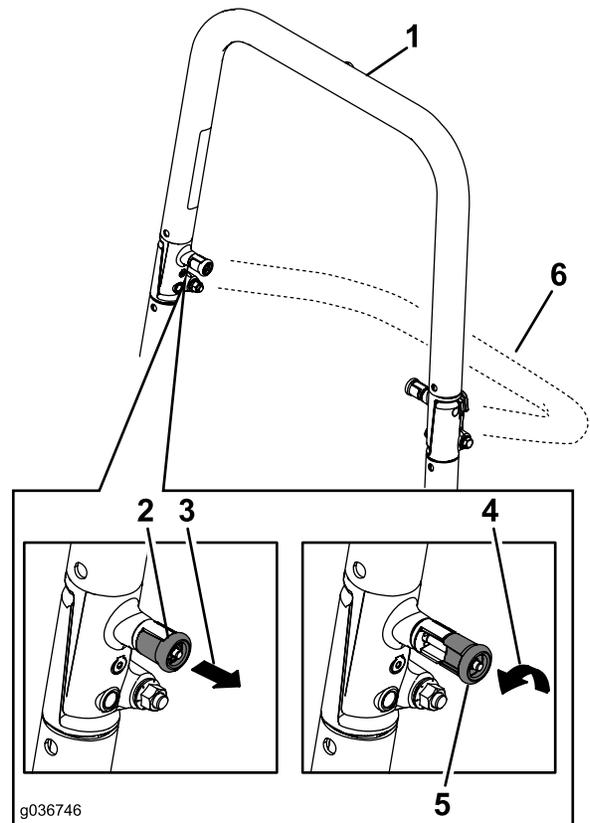

Bild 54
**Hinweis:** Sie müssen den oberen Bügel des Überrollbügels ggf. nach vorne drücken oder nach hinten ziehen, damit beide Handräder richtig einrasten (Bild 54 und Bild 55).